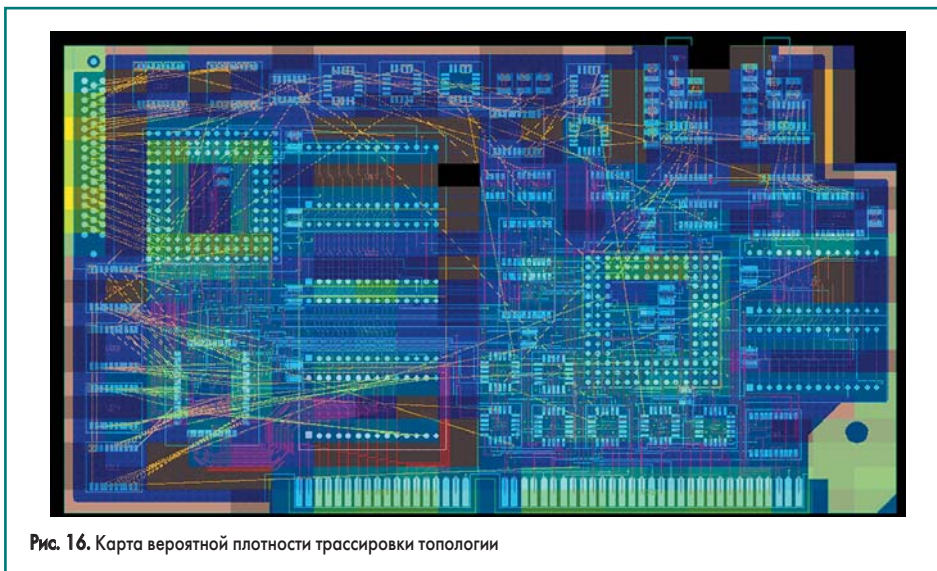

Рис. 16. Карта вероятной плотности трассировки топологии
11. Нажмем кнопку Density map. Система рассчитает карту плотности трассировки и отобразит ее на топологии платы (рис. 16).